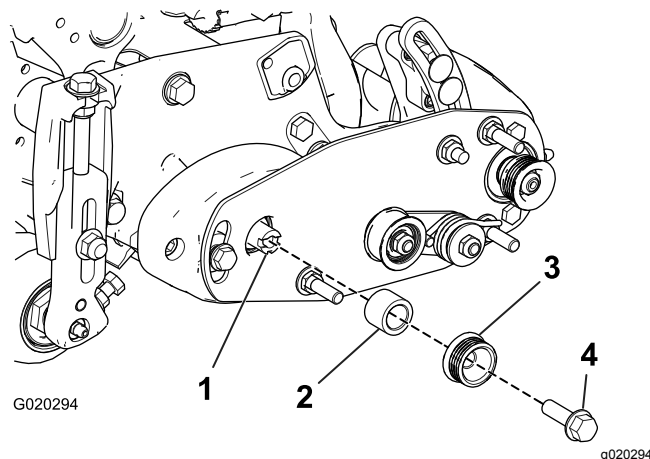
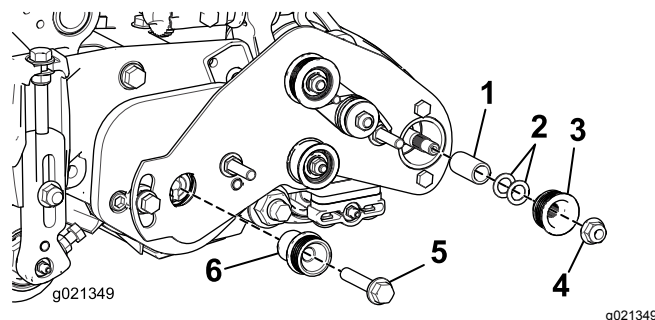

Figura 19
Figura 20
33. Inserite il distanziale sull'albero dell'alloggiamento del cuscinetto (Figura 19).
34. Inserite la puleggia motrice nel distanziale e sull'albero di trasmissione (Figura 19 e Figura 20).
35. Fissate la puleggia e il distanziale all'albero di trasmissione con un bullone a testa flangiata ($\frac{3}{8}$ " x 2") (Figura 19 e Figura 20).
36. Solo sugli apparati di taglio da 56 cm, installate il distanziale e la puleggia condotta con un dado di bloccaggio (Figura 20).